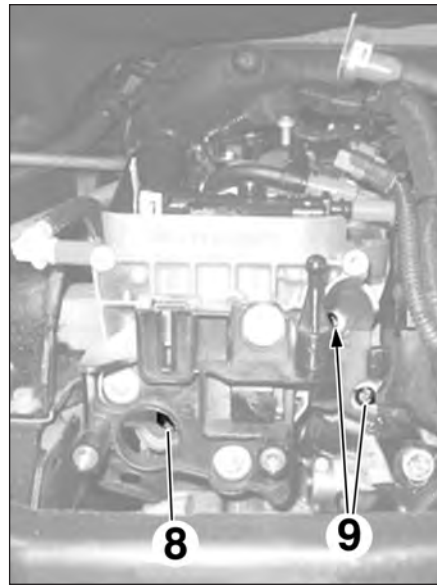

FIG.4
- la vis (8) (Fig.4),
- les écrous (9) et leurs goujons,